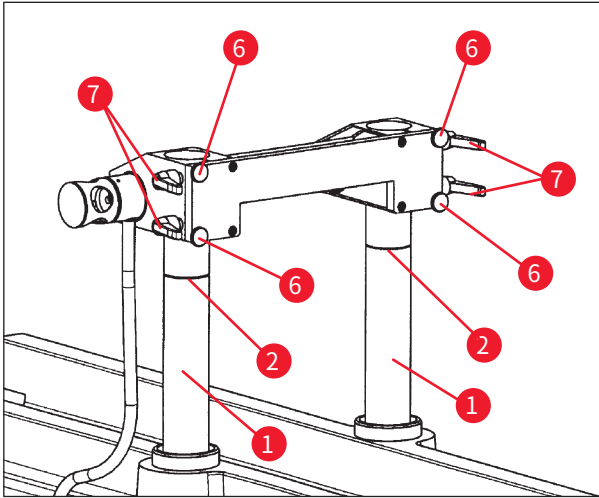

图 85
- 定位刀架, 使支撑柱凹槽 (→ 图 83-2) 的上边缘位于 100 mm 位置处, 或一直到顶端的 200 mm 位置处, 请参见 (→ 图 85)。
- 定位刀架, 使上边缘处于支撑柱最顶端的 200 mm 位置 (→ 图 85)。
- 这需要将支撑柱返回最高位置 (→ 图 85), 并如章节 (→ 第 75 页 — 7.10.3 刀架高度调节) 所述, 将刀架调节至 100 mm 位置。